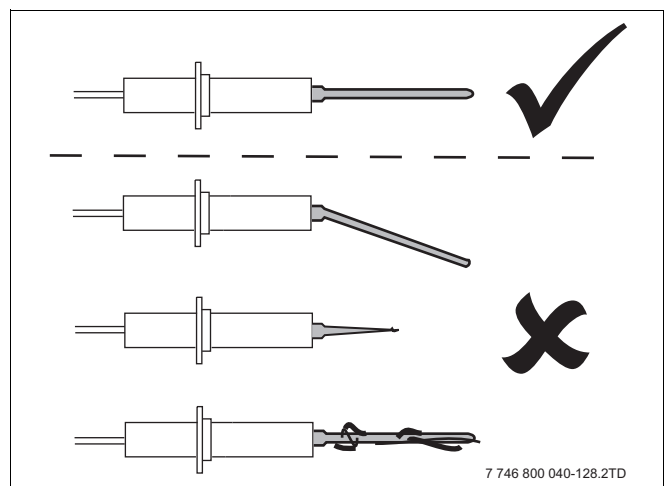
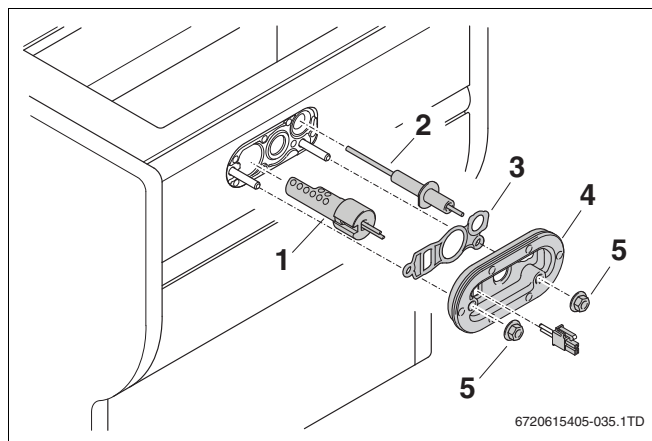

Bild 114 Kontrollera joniserings elektrod
Bild 115 Byta tändanordning
- Kontrollera tändenhetens olika delar (bild 115) avseende slitage, skador eller nedsmutsning (bild 114).